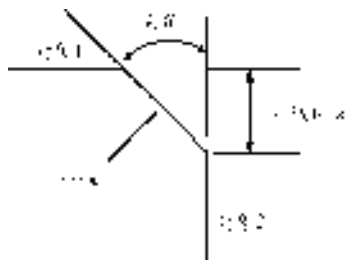

图 4-57 斜线距离与夹角
(2) 角度(A) 选择第一条直线的斜线距离和角度。采用这种方法斜线连接对象时，需要输入两个参数，即斜线与一个对象的斜线距离和斜线与该对象的夹角。如图 4-57 所示。